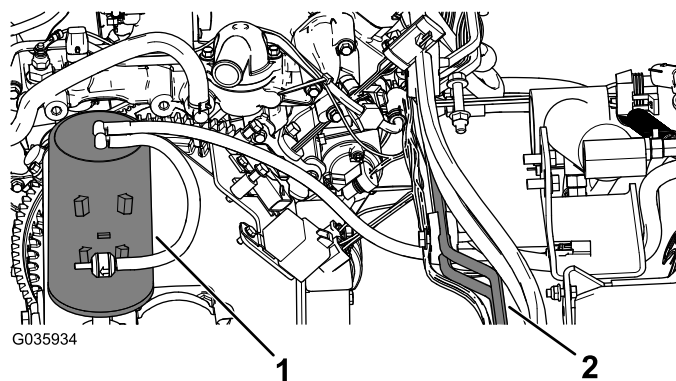

Figure 9
1. Déplacez le filtre à charbon actif sur le côté droit de la machine et utilisez des serre-câbles pour l'attacher aux conduites hydrauliques rigides à l'écart des pièces chaudes ou mobiles (Figure 9).